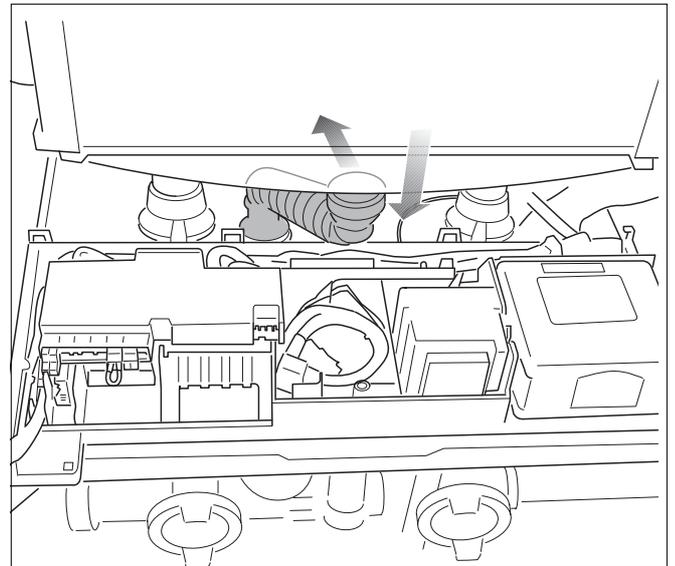

Fig. 101 Rimuovere il tubo di raccolta ondulato
- Scollegare il tubo flessibile di scarico condensa e inclinarlo verso la parte posteriore (fig. 101).